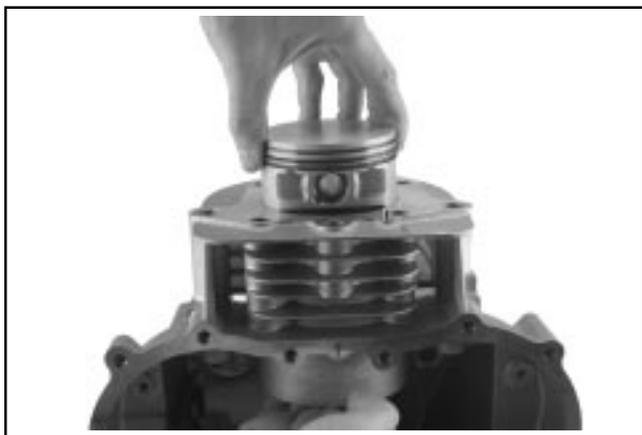

Figure 8-45. Dépose du piston et de la bielle.
3. Pousser prudemment la bielle et le piston loin du vilebrequin et hors du trou du cylindre. Voir la Figure 8-45.